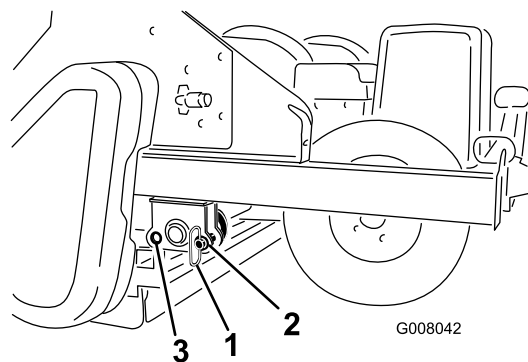

Figura 16
1. Retire os pinos de armazenamento da posição dos orifícios traseiros (Figura 16).
3. Instale os pinos de armazenamento na posição frontal dos orifícios (Figura 16).